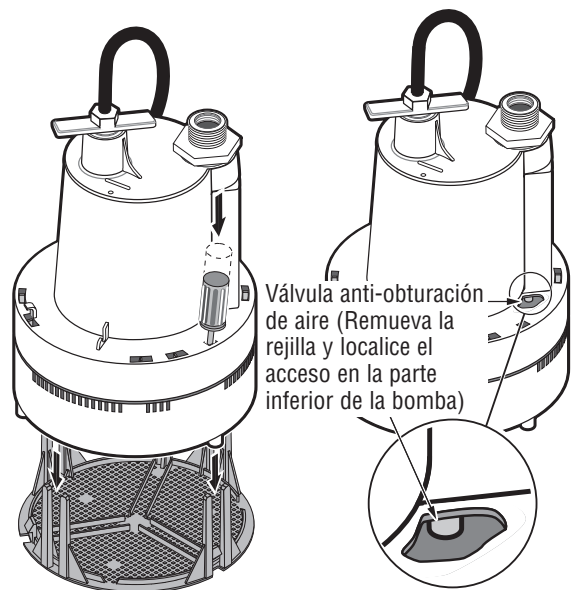

Figura 1: Para limpiar la criba y la válvula anti bolsa de aire.
4. Para limpiar la rejilla, utilice un destornillador para desabrocharla (refiérase a la Figura 1), remueva y enjuague la rejilla.
Esta bomba tiene un pequeño orificio del lado de la caja de la bomba. Ver figura 1. Es una válvula anti-bolsas de aire. Si sospecha que hay bolsas de aire, inserte una aguja o un alambre en el orificio anti-bolsas de aire para quitar los residuos.